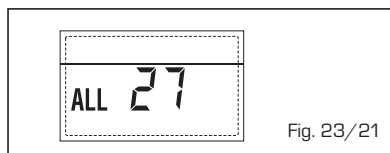

Fig. 23/21
- **ANOMALIA COERÊNCIA ENTRADA (S3) SOMENTE POR SISTEMA 7 "ALL 28"** (fig. 23/22)